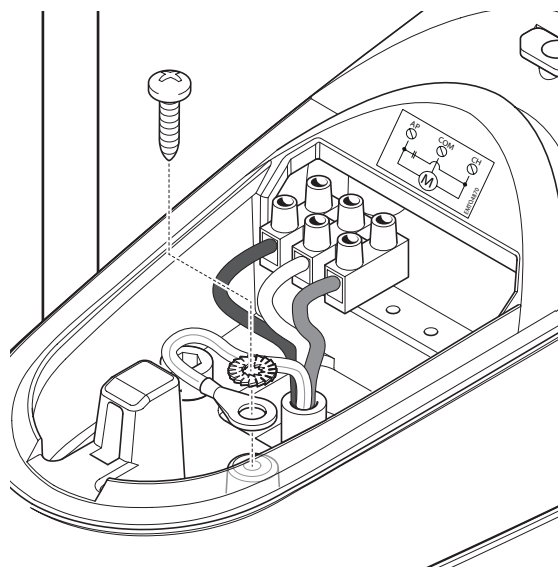

Fig. 15
**03.** Collegare i vari fili e il cavo della presa a terra, esattamente come mostrato nello schema elettrico di **fig. 15**;